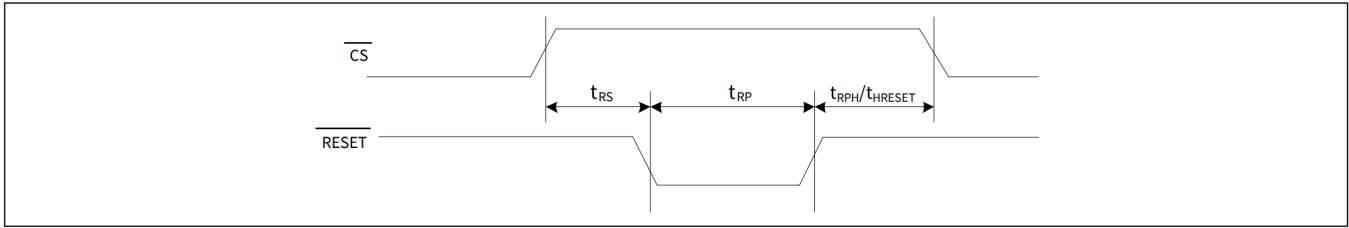
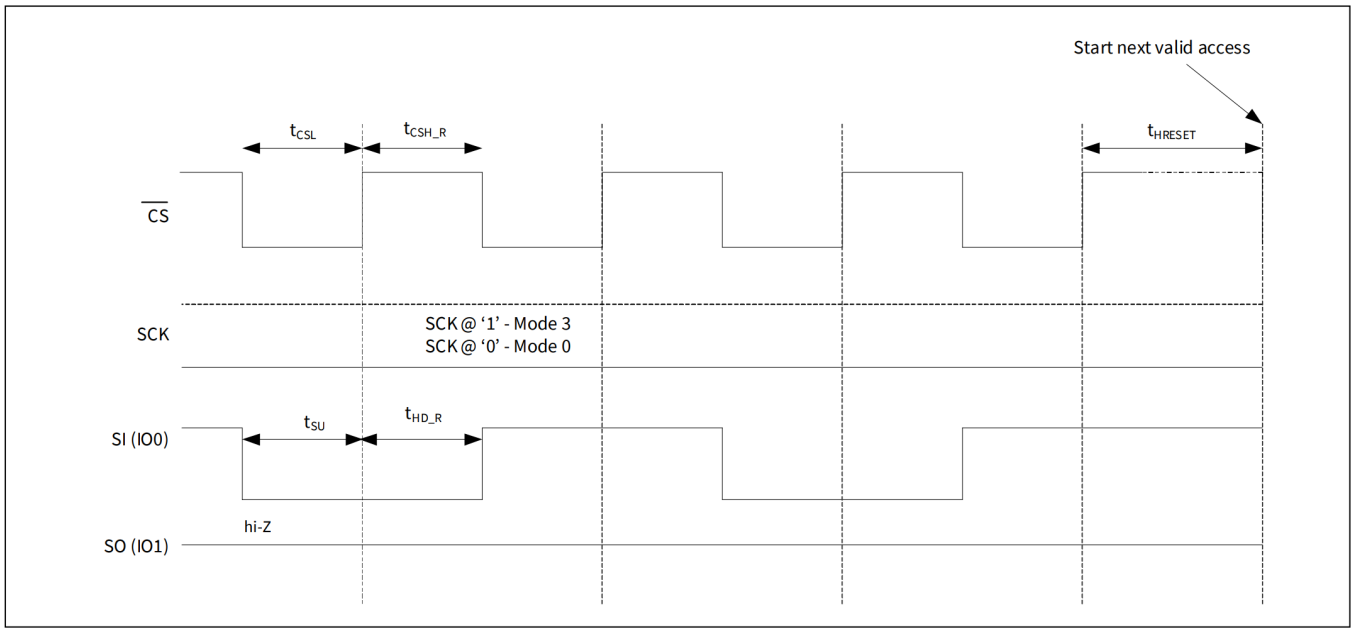

图 110 复位时序- QUAD 置位 (CR1[1] = '1') 或 QPI 启用 (CR2[6] = '1')
图 112 JEDEC SPI 复位
硬件复位输入 ($\overline{\text{RESET}}$) 被复用 ($\overline{\text{RESET}} / (\text{I/O3})$), 在 CY15B201QSN 器件中为低电平有效信号。用于各种接口的硬件复位 ($\overline{\text{RESET}}$) SPI 引脚配置请参阅表 21。当 $\overline{\text{RESET}}$ 拉低时, CY15B201QSN 自初始化并将其配置恢复到上电状态。不同寄存器 RESET 周期后配置参见表 59。发出 RESET 信号后, CY15B201QSN 从 $\overline{\text{RESET}}$ 上升沿开始需要 $t_{\text{RPH}}/t_{\text{HRESET}}$ 时间来完成复位周期。在 t_{RPH} 时间内, CY15B201QSN 将无法访问。图 110 到图 112 显示了不同复位模式下的 $\overline{\text{RESET}}$ 时序。
- 在 QPI 模式下, $\overline{\text{RESET}}$ 引脚复用在 I/O3 上。当在 QPI 模式下使用硬件 ($\overline{\text{RESET}}$) 时, CR2[5] 位必须置位为“1”, 才能在 $\overline{\text{CS}}$ 为高电平时使用 I/O3 作为 RESET 输入。图 110 显示 QPI 模式下的 $\overline{\text{RESET}} / (\text{I/O3})$ 时序
参考图 112了解详细信息。